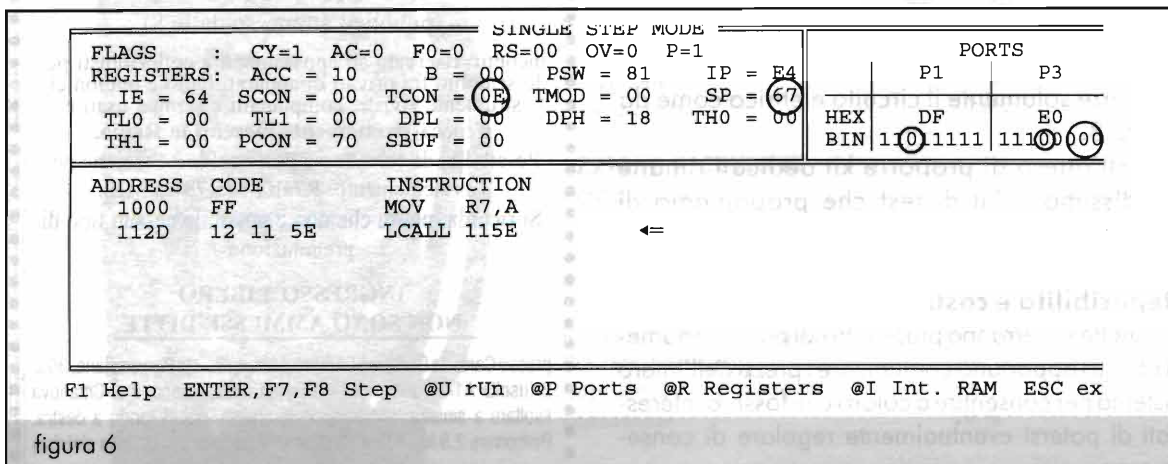
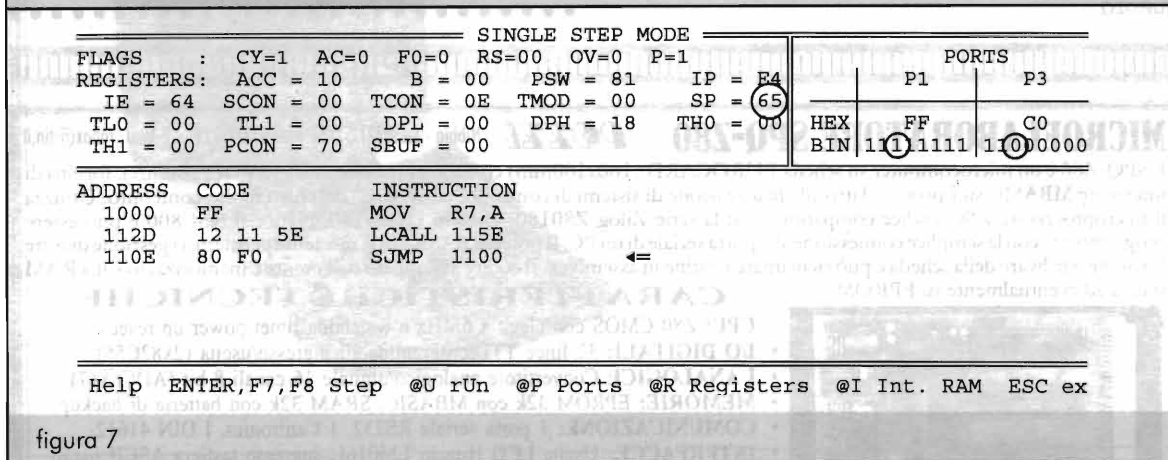

figura 6
figura 7
- 8) Verificato ciò si potrà uscire dallo stato di step premendo il tasto ESC. Nelle figure 6 e 7 sono visibili gli stati dei registri dopo il primo (figura 6) e il secondo (figura 7) B.P.